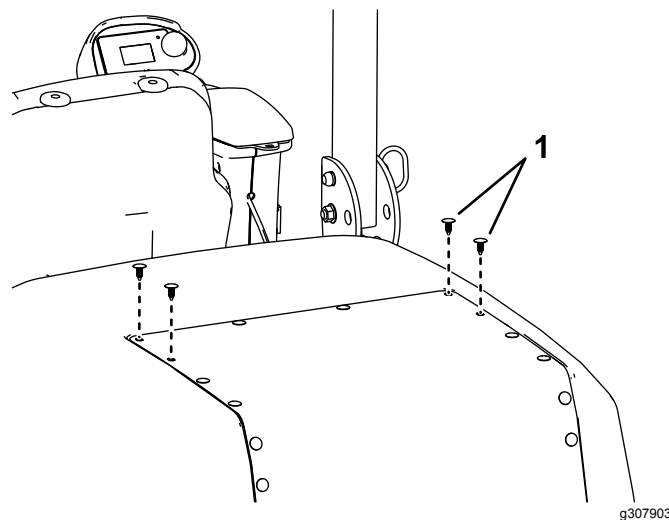

図 1
1. 図1のように、フードからプラスチック製リベット4本を取り外す。